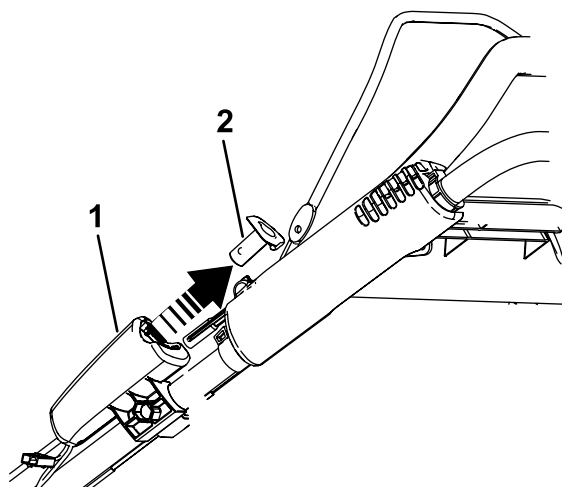

Figure 23
1. Retirez le bouton de démarrage électrique comme montré à la Figure 23 (modèle à démarrage électrique seulement).